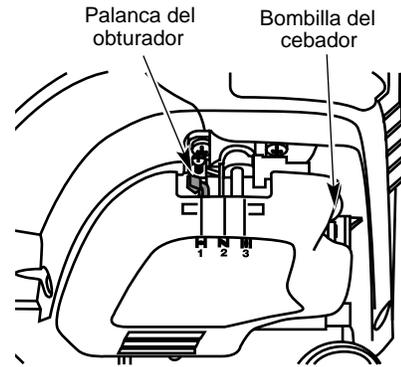

Fig. 21
3. Oprima completamente el cebador y suŸtelo 10 veces. H¶galo lentamente. Se deber¶ ver un poco de combustible en el cebador y en las tuber’as de alimentaci—n de combustible (Fig. 21). Si no puede ver el combustible en el cebador, opr¶malo y suŸtelo tantas veces como sea necesario hasta que vea combustible en el mismo.
4. Coloque la palanca del obturador en Posici—n 1 (Fig. 21).
6. Coloque la palanca del obturador en Posici—n 2 (Fig. 21).
9. Coloque la palanca del obturador en Posici—n 3 (Fig. 21) la unidad estŽ lista para usarse.